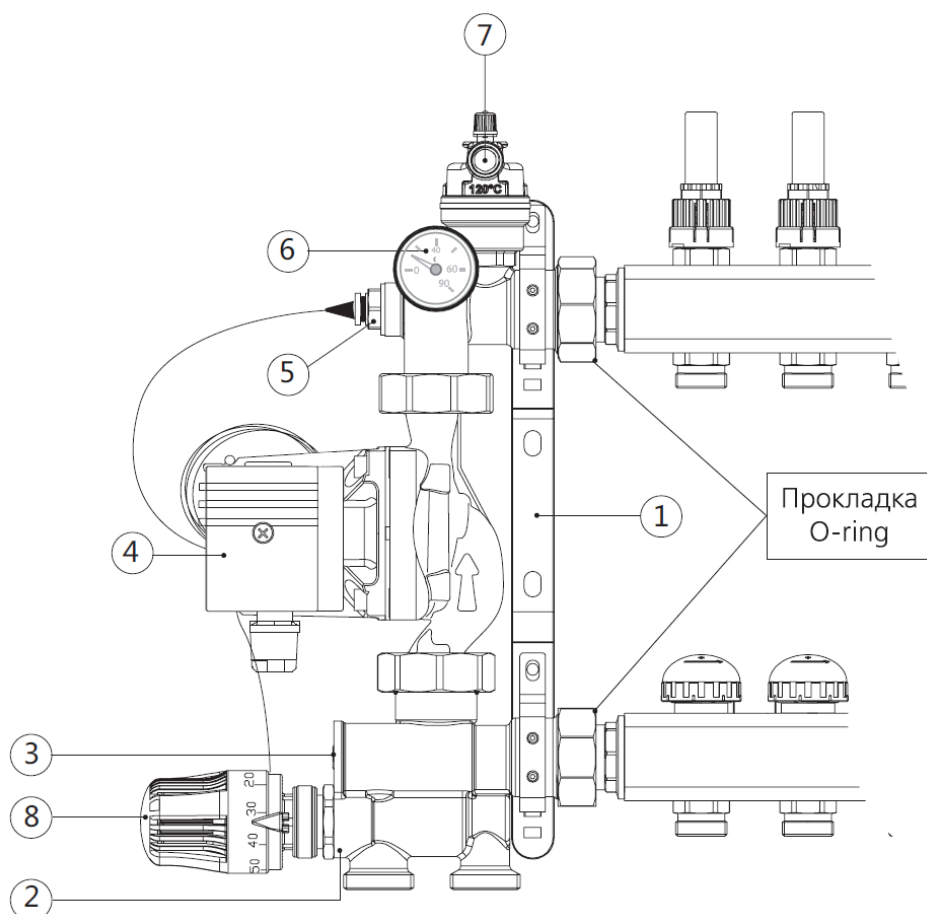
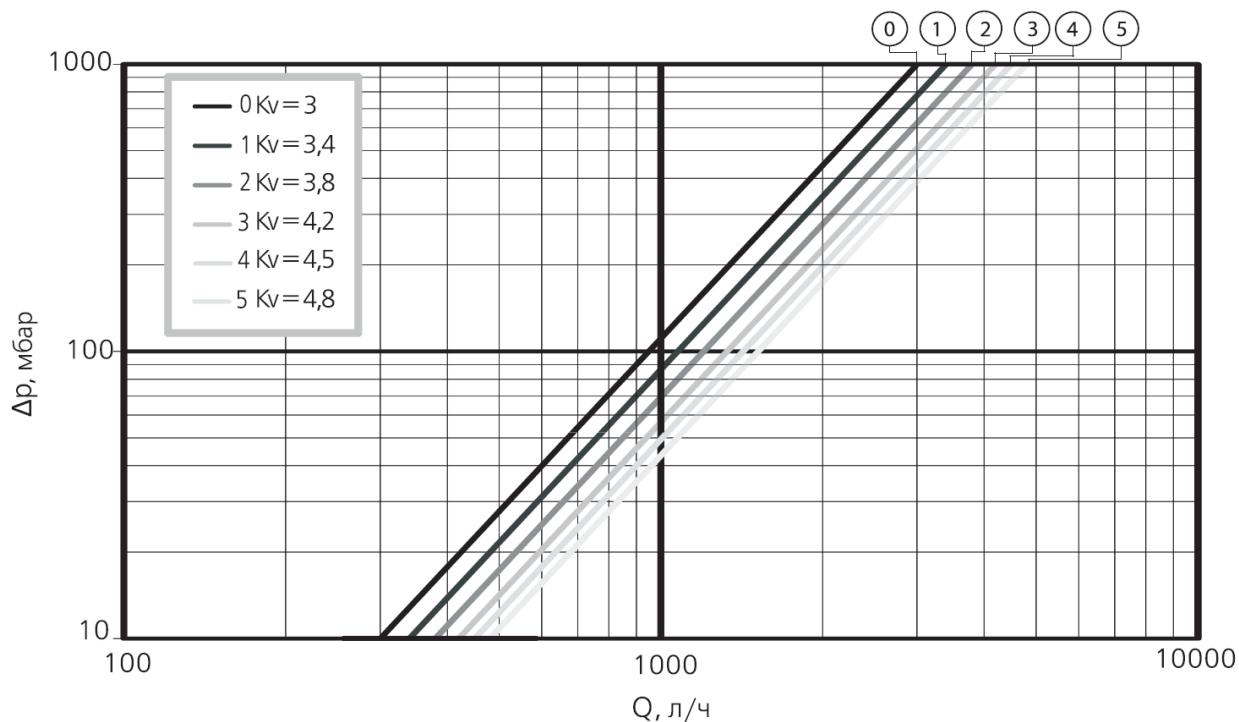

Рисунок 1
Рисунок 3
- 2) при помощи монтажного кольца головки закрепите её на смесительном клапане (рис. 1, поз. 2);
- 3) поместите датчик в гнездо температурного датчика (рис. 1, поз. 5);
Согласно приведённой ниже диаграмме (рис. 3), расходу 1032 л/ч, соответствуют 6 разных кривых ΔP_{valv} при разных настройках байпаса (рис. 1, поз.3): чем меньше открыт байпас, тем быстрее достигается требуемая температура на подаче, и наоборот, при максимально открытом байпасе увеличивается расход и одновременно сокращается колебание температуры подачи, связанное с открытием-закрытием различных зон, на которые разделяется система отопления.
Температура подачи низкотемпературного контура отопления задаётся на термостатической головке (рис. 1, поз.8), с диапазоном установки от 20 до 65°C, и поддерживается постоянной благодаря действию термостатического клапана.